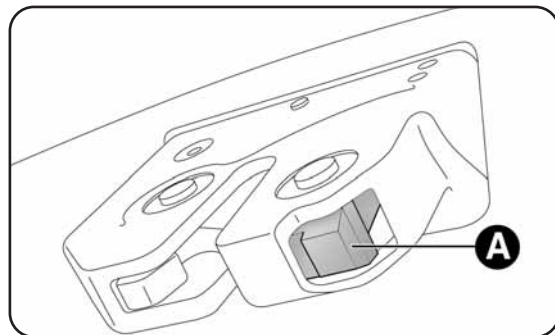

fig. 70
- appuyer sur le levier A-fig. 70.